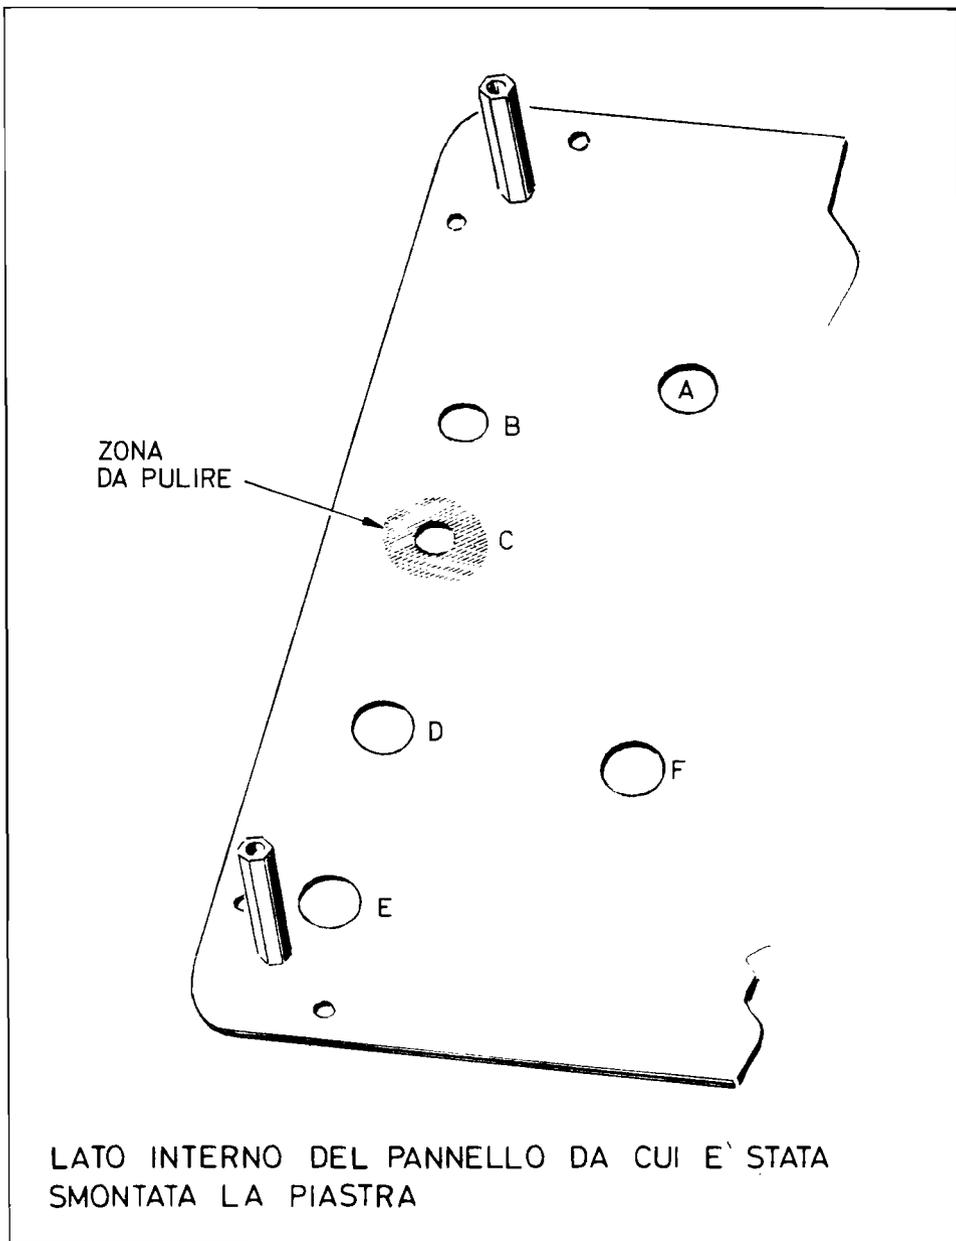
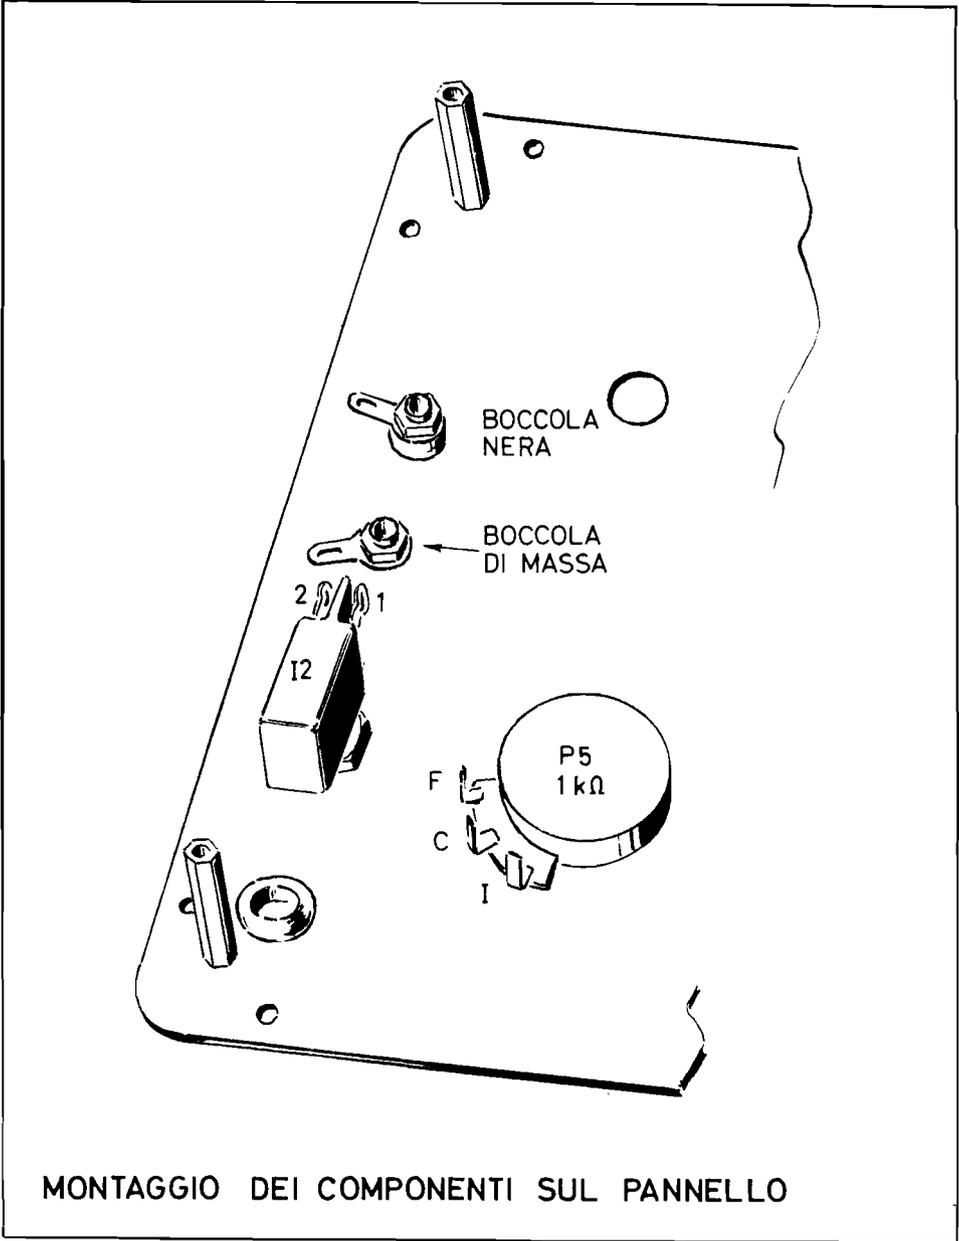

Fig. 2
Fig. 3
Nella *fig. 2* è rappresentato il lato interno del pannello dopo che da esso è stata smontata la piastra.
Nella *fig. 3* è illustrato invece il pannello a montaggio meccanico ultimato.
Durante le fasi di montaggio osservi la *fig. 2* per l'esatta individuazione dei fori di fissaggio e la *fig. 3* per conoscere il corretto orientamento di ciascun componente.
a) Monti, con la solita tecnica, nel foro B del pannello una boccola isolata nera con un capocorda; per l'esatto orientamento del capocorda osservi la *fig. 3*.
Per ottenere il perfetto contatto del capocorda della boccola di massa con il pannello asporti con la carta vetrata lo strato d'ossido protettivo tutto attorno al foro C per circa 0,5 cm, *dal lato interno del pannello*, in modo che tale zona assuma il caratteristico colore dell'alluminio (*fig. 2*). Fatto ciò può fissare la boccola al pannello.
— b) Sviti dalla boccola il dado; introduca la parte filettata del collarino dalla faccia esterna del pannello nel foro C; infili il capocorda sulla parte filettata del collarino fuoriuscente dal lato interno del pannello, orientandolo come indicato nella *fig. 3*. Avviti nuovamente il dado serrandolo fortemente con l'apposita chiave. Sollevi, infine, il capocorda di qualche millimetro dal pannello mediante la punta del cacciavite.
ruttore a levetta recuperato prima, orientandolo come indicato nella fig. 3; questo interruttore verrà contraddistinto con la sigla I2, mentre l'altro interruttore montato nella *Pratica 35°* assumerà la sigla I1.
- e) Monti, infine, con la solita tecnica il potenziometro a grafite P5 da 1 k Ω , a variazione lineare, nel foro F del pannello; per il corretto orientamento delle linguette osservi la fig. 3.